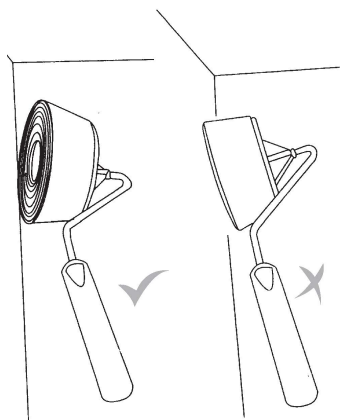

Fig. 9
8. Al pintar, asegúrese de que el cabezal del bordeador está inclinado con respecto a la pared adyacente y de que la esponja está completamente asentada sobre la pared pintada (Fig. 9).